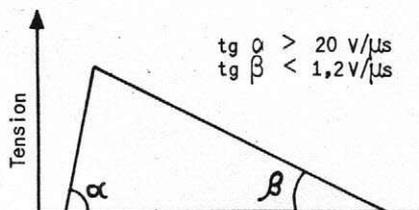

Fig. 3
Les impulsions pouvant être recueillies sur la borne 1 (S) sont sensiblement de la forme définie sur la figure 3.